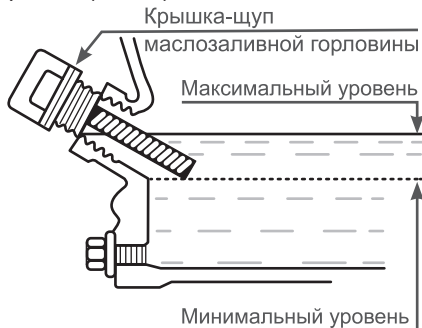

Рис. 8 Проверка уровня масла в картере
Максимальный уровень масла в картере соответствует нижней кромке заливного отверстия (Рис. 8).
5. При недостаточном уровне масла в картере необходимо долить чистое масло до верхней отметки на щупе, что соответствует нижней кромке заливного отверстия (Рис. 8).